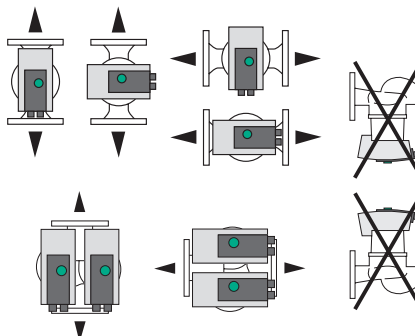

Fig. 7: Posizioni di montaggio consentite
1. Verificare le posizioni di montaggio consentite → Fig. 2/ Fig. 7.